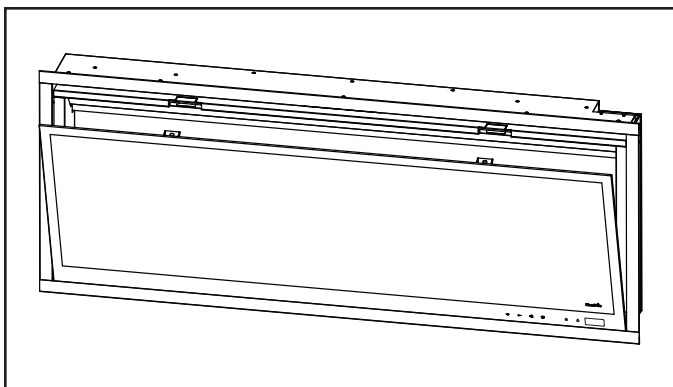

Figure 4.13 Installation de la façade en verre
1. Inclinez le verre pour placer le bord inférieur dans la rainure derrière la moulure extérieure. Voir la figure 4.13.